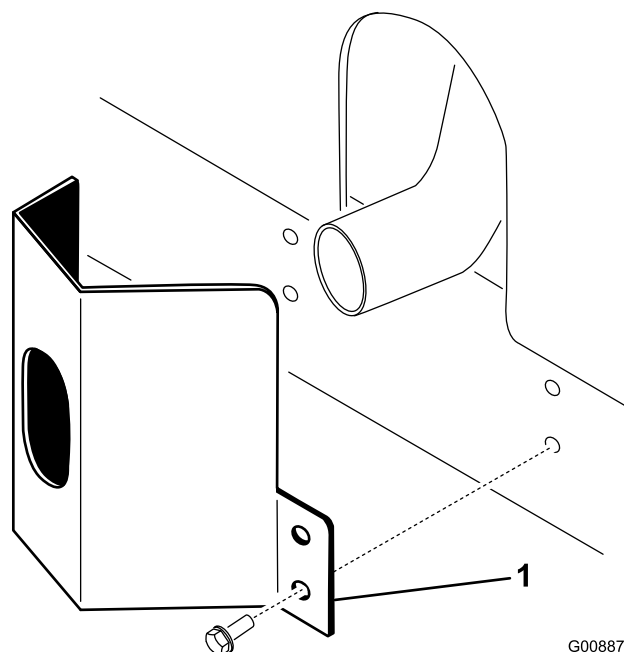

図 8
1. フレームについている取り付け穴に合わせてマフラー部にガードを取り付ける(図 8)。
2. タップ・ネジ 4 本で固定する(図 8)。